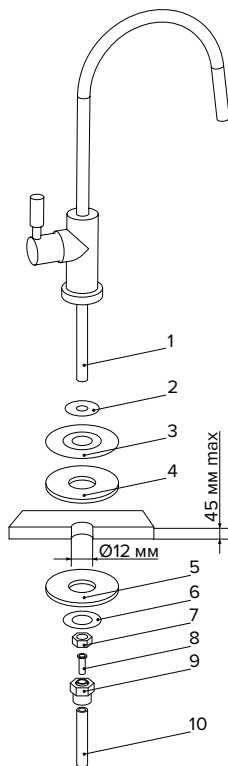

Рис. 4. Схема установки крана для чистой воды
- Просверлите в мойке (столешнице) отверстие диаметром 12 мм (рис. 4).
- Наденьте на резьбовой хвостовик (1) крана резиновую прокладку (2), декоративную подставку (3), резиновую прокладку (4) и вставьте кран в отверстие мойки.
- Снизу столешницы наденьте на резьбовой хвостовик пластиковую (5) и металлическую
- стопорную (6) шайбы и наверните крепежную гайку (7).
- В резьбовой хвостовик крана вставьте трубку (10) концом с запрессованной металлической втулкой (8) и наверните накидную гайку (9) до упора. Проверьте прочность закрепления трубки: при усилии 8–10 кгс трубка не должна вытаскиваться.